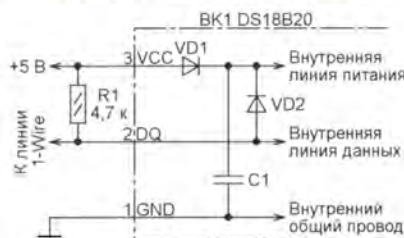

Рис. 2
14. Ответ — 1. Датчик DS18B20, фрагмент внутренней схемы которого изображён на рис. 2, содер-